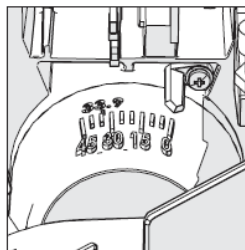

Рис. 23
- Наклоните режущую головку на нужный угол. Для удобства настройки предусмотрена угловая шкала (Рис. 23).